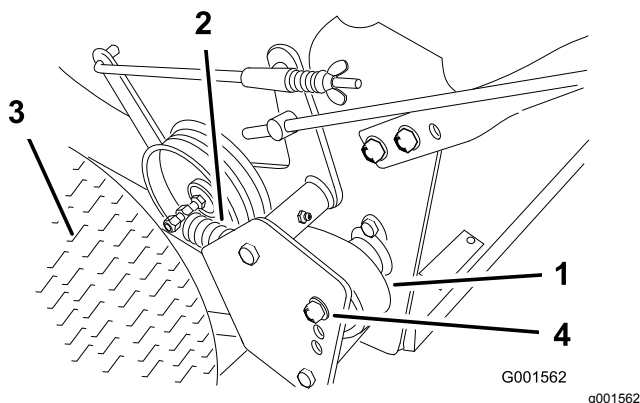

Figure 37
1. Enlevez la goupille fendue qui fixe la tige de frein au bras de frein pour relâcher la poulie de tension de la courroie (Figure 37).
2. Enlevez le boulon inférieur et desserrez le boulon supérieur du déflecteur pour le faire pivoter et accéder à la courroie (Figure 37).
3. Soulevez la courroie et faites-la passer au-delà de la poulie de tension pour l'enlever de la poulie de d'entraînement (Figure 37).
6. Fixez le déflecteur avec les boulons retirés précédemment, serrés au couple correct (Figure 37).
7. Fixez la tige de frein au bras de frein avec la goupille fendue (Figure 37).